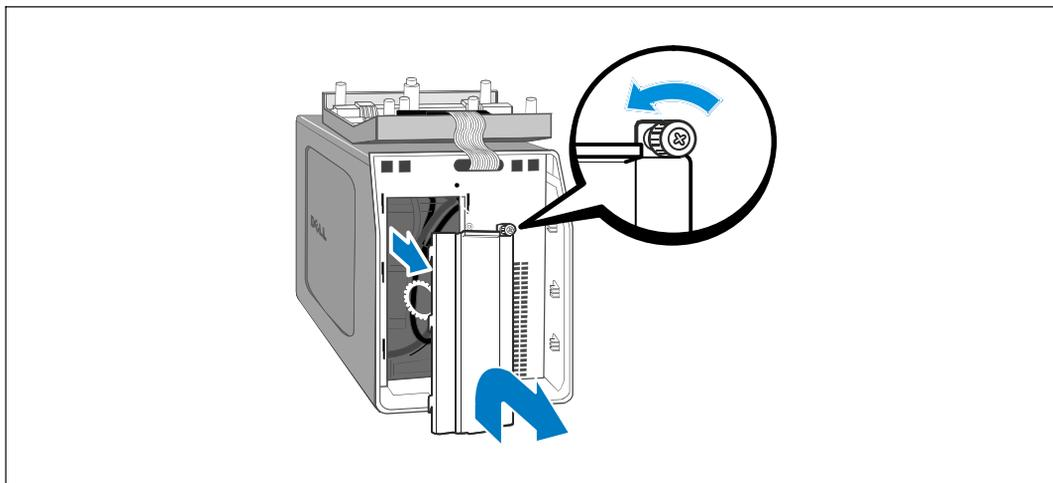

Рис. 25. Снятие крышки батарей
- 3 Отвинтите винты на металлической крышке батарей и снимите крышку (см. Рис. 25).